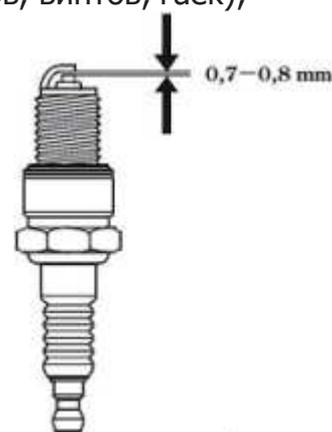

рис.6
6.2 Свеча зажигания см. рис.6
- рекомендуется проверить величину межэлектродного зазора, который должен составлять 0,7-0,8 мм. При существенном отклонении величины зазора от указанной, необходимо его отрегулировать (восстановить) или заменить свечу (см. рис.6);